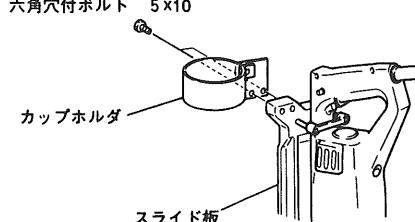

図 4
(1) カップホルダをスライド板に六角穴付ボルト 5 x10 で止めてください。(ネジは本体に付けてあります)(図 4)
(2) オイルカップをカップホルダに固定させるために、
④ナベ小ネジ 5 x14 と六角ナット M5 を締め付けて